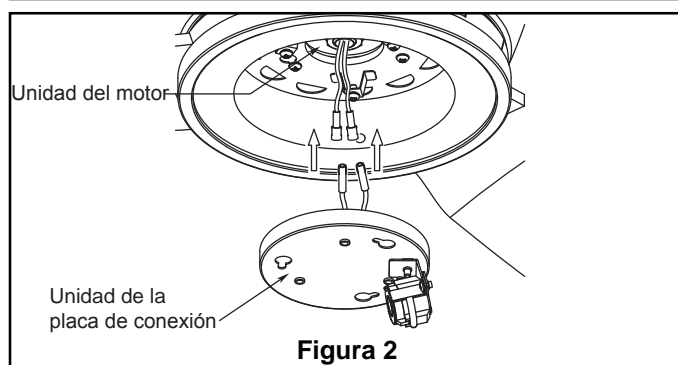

Figura 2
2. Instale el conector de 2 clavijas desde la placa de conexión a la unidad del motor. (Figura 2)